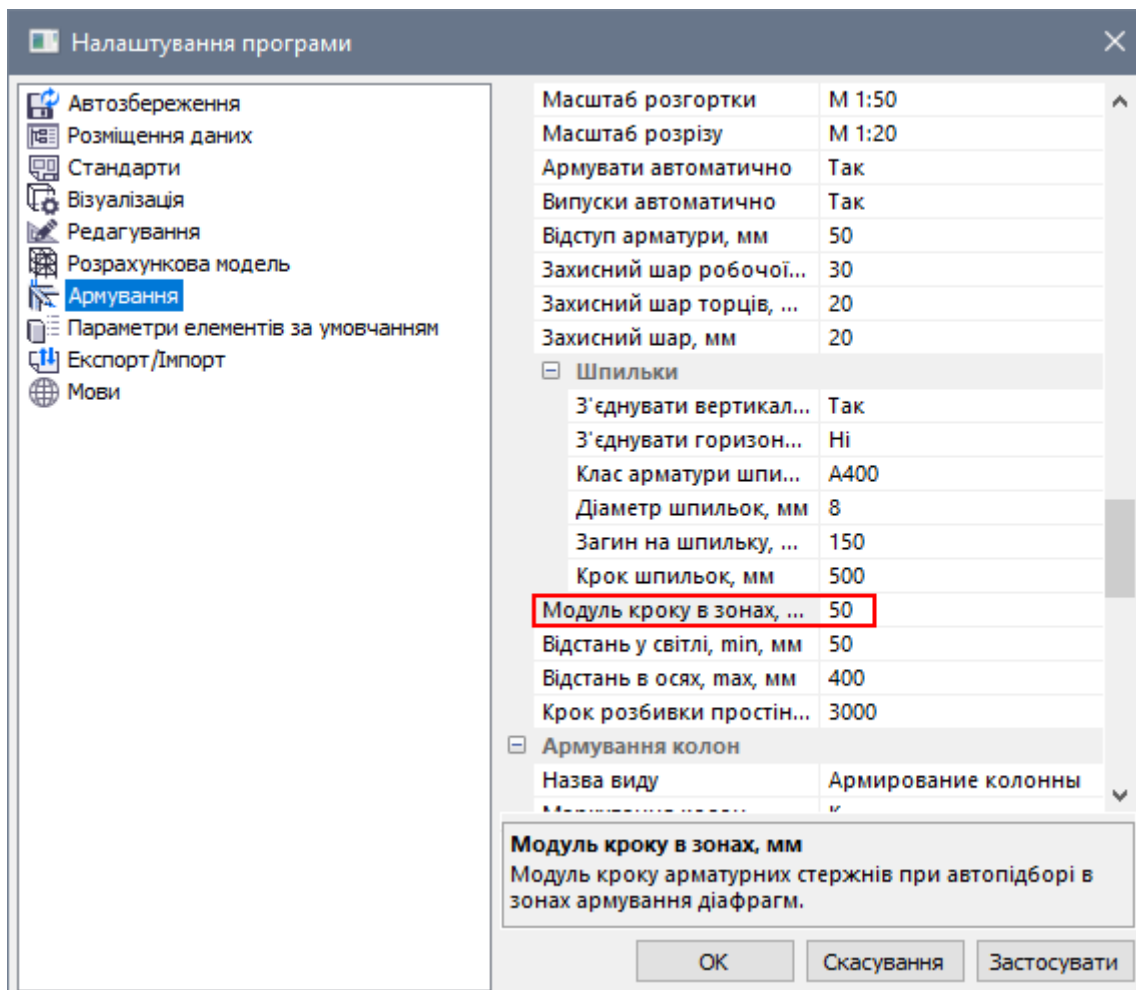

Рис. 24.16. Діалогове вікно Налаштування програми
- Викличте діалогове вікно **Налаштування програми** (рис. 24.16) натисканням по кнопці  – **Налаштування** (панель **Налаштування** на вкладці **Вид**).
Інструмент **Зв'язати** встановлює залежність між діаметром і кроком стержнів. Відповідно, при збільшенні діаметру збільшується і крок арматурних стержнів для забезпечення необхідної розрахункової площі армування. Збільшення кроку відбувається з певним **модулем кроку в зонах**, заданим у діалоговому вікні **Налаштування САПФІР** на закладці **Армування** у блоці **Армування стін** (рис. 24.16). Збільшення та зменшення кроку стержнів відбувається в межах конструктивних вимог, заданих у цьому ж діалоговому вікні (**відстань у світлі, min; відстань в осях, max**).